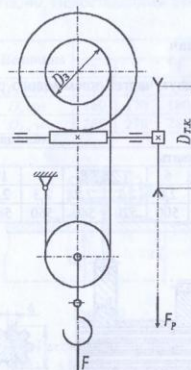

Рис. 36
5. Рассчитать червячную передачу ручной тали (рис. 36). Вес поднимаемого груза F , усилие рабочего на тяговую цепь F_p , диаметр тягового колеса D_{TK} и диаметр звёздочки D_1 приведены в табл. 36. Режим работы задаться.
6. По данным предыдущей задачи 5 рассчитать вал звёздочки и червячного колеса (рис. 36) и подобрать для него по ГОСТ подшипники качения. Расстояние между опорами вала принять равным шестикратной ширине червячного колеса. Привести рабочий эскиз вала (см. рис. 6).